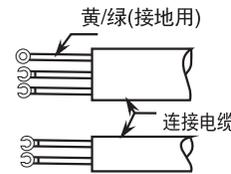
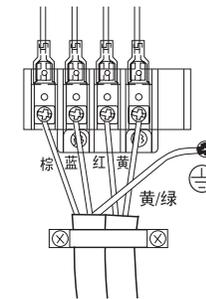

图26
图27
- (2) 把连接电缆按电气接线图所示正确地牢固连接。(图26、图27)